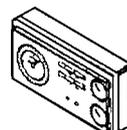

Fig. 4.2
- regular el termostato ambiente a la temperatura deseada (~20°C), o bien, si la instalación posee un programador horario o termorregulación, controlar que esté activado y regulado (~ 20°C) (fig. 4.2)